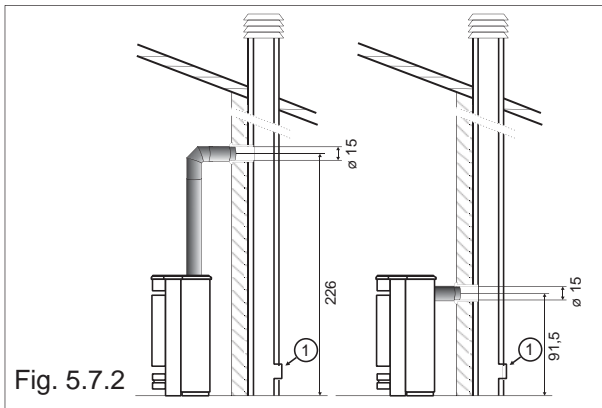

Fig. 5.7.2
de Fumée optionnel est utilisé (Fig.5.7.2 légende : **FR**
- 226 cm en caso de salida de humos superior; se ha calculado esta altura siempre que se utilice el Kit de Empalme con el Cañón de Humo opcional (Fig.5.7.2 leyenda: 1=inspección)